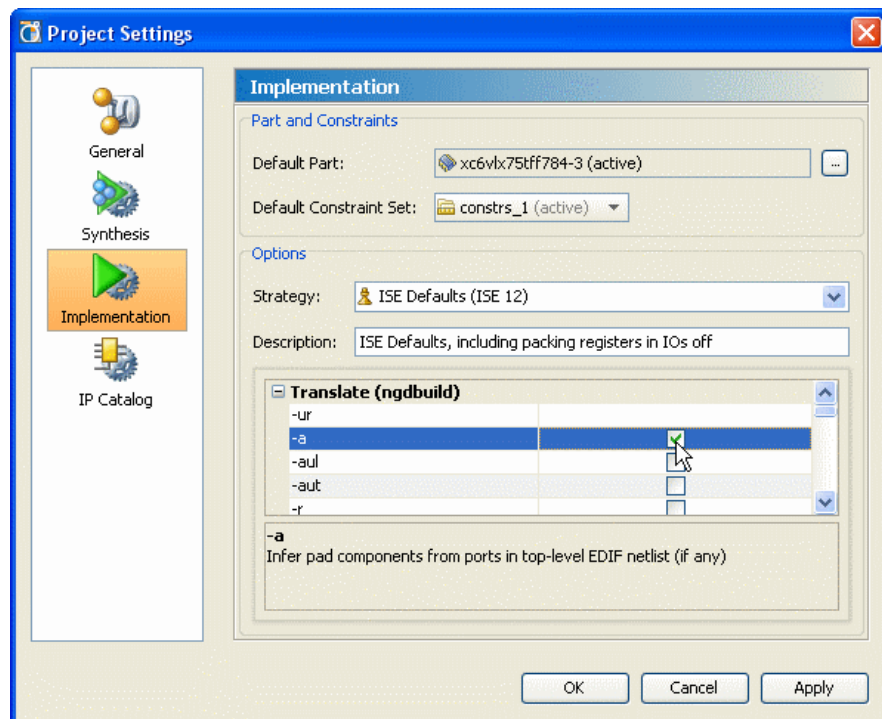

図 3-34 : [Project Settings] ダイアログ ボックスの [Implementation] ページ
- ストラテジのオプションは、図 3-34 に示すように、このページで変更できます。